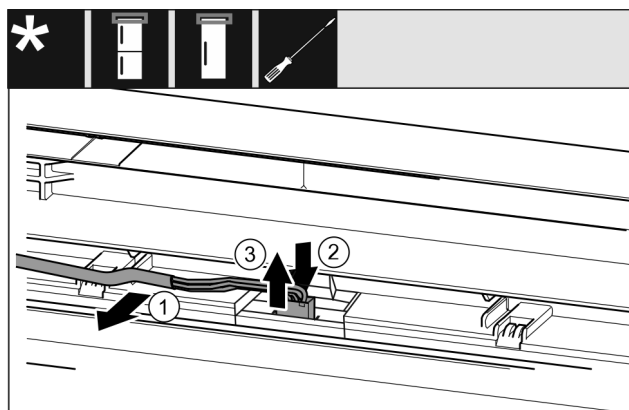

Fig. 20
- Soltar cuidadosamente el cable gris de la guía en la puerta. Fig. 20 (1)
- Presionar hacia atrás la lengüeta debajo del conector. Fig. 20 (2)
- Extraer cuidadosamente el conector hacia arriba. Fig. 20 (3)